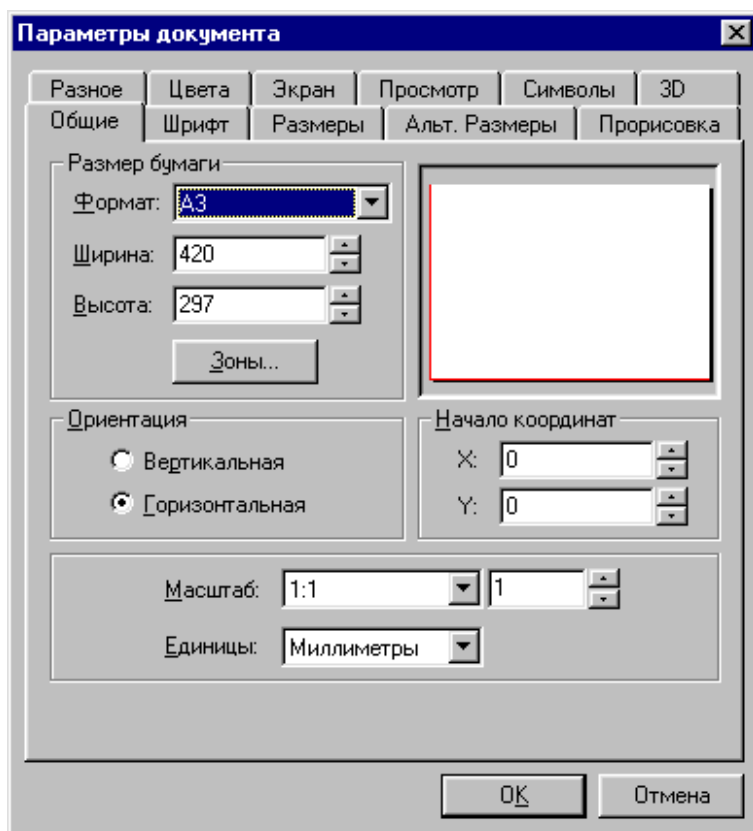

Рис. 1.2. Окно диалога «Параметры документа».
2. Произвести настройку свойств чертежа с помощью команды «Настройка|Статус». При выполнении этой команды на экране появляется окно диалога «Параметры документа» (рис. 1.2). В этом окне необходимо выбрать размер чертежа; масштаб, с которым на чертеже будет выводиться изображение; размер шрифта и т.д.